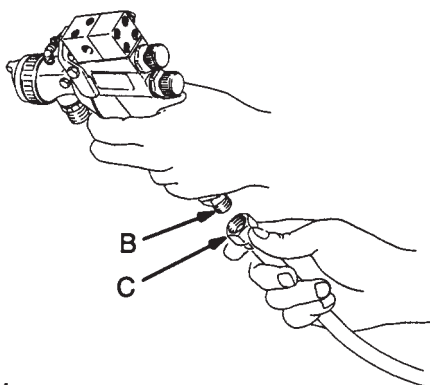

Fig. 1
- A. Collegare il tubo flessibile dell'aria (C) all'entrata aria della pistola (B) di 1/4 npsm. Ved. Fig. 1.